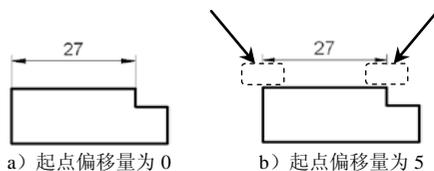

图 8.2.6 设置尺寸界线的起点与标注起点的距离
- **起点偏移量 (D):** 文本框：用于设置尺寸界线的起点与标注起点的距离，如图 8.2.6 所示。